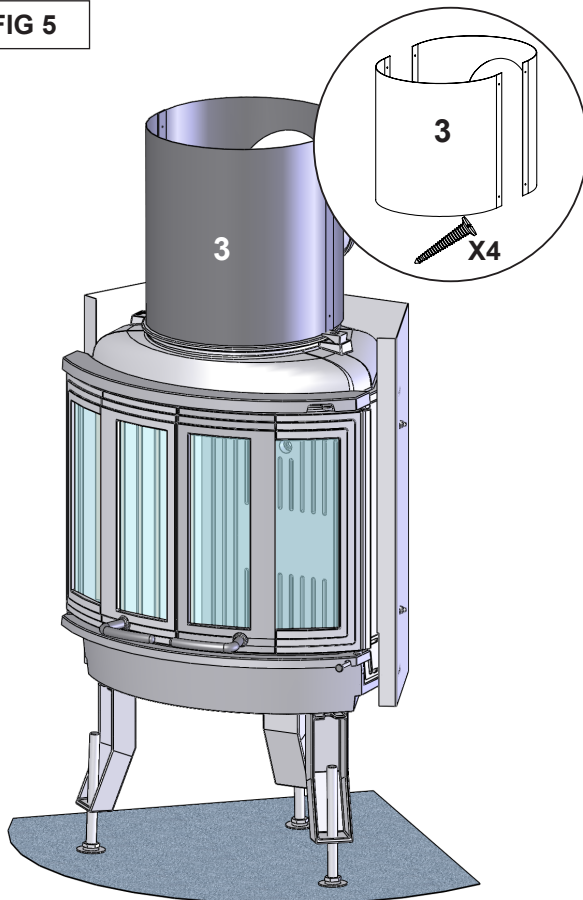

FIG 6 T
FIG 6: Montieren Sie die Basisplatte (1) und den Sockel (4) waagrecht im 90° Winkel zur Wand/ Schornstein. Falls notwendig, behelfen Sie sich mit Keilen oder Pulverleim.